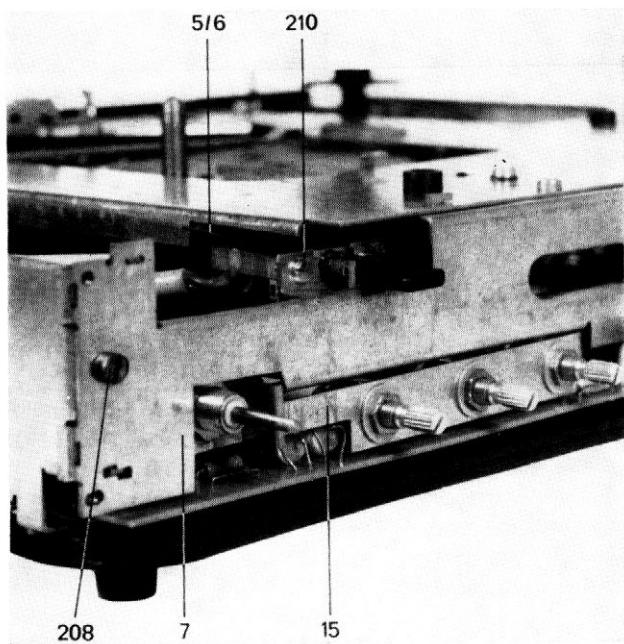

Abb. 10
6.5. Wechseln des Netzschatlers (Abb. 10)